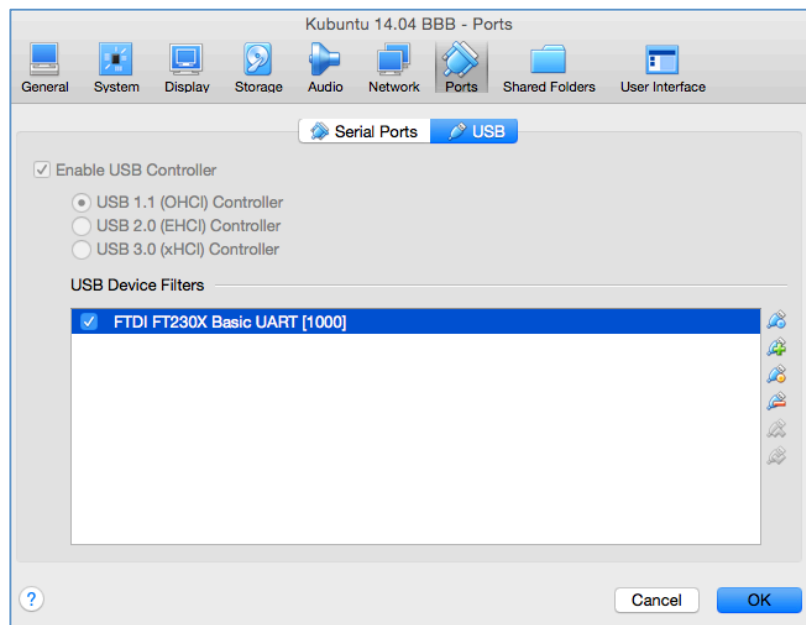

Figura 3: Si usa VirtualBox debe asignar a la VM el dispositivo USB.
- Añadir un filtro (icon “+” de la barra lateral) e indique el dispositivo en cuestión. Ver Figura 3